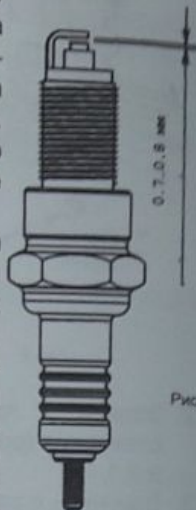

Рис. 7.
4. Рекомендуется проверить величину межэлектродного зазора, которая должна быть 0.7...0.8 мм (рис.7). При существенном отличии измеренной величины зазора указанным требованиям заменить свечу. Регулировку зазора подгибанием бокового электрода производить только в случае крайней необходимости.